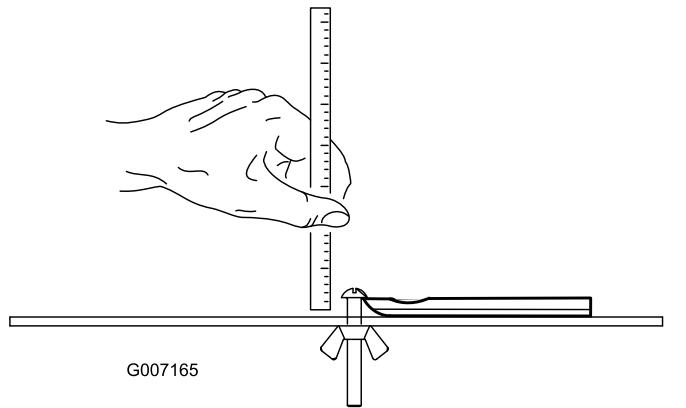

Figura 29
**Nota:** Todos los límites de ajuste de la contracuchilla se miden en relación con su cara inferior (Figura 29).